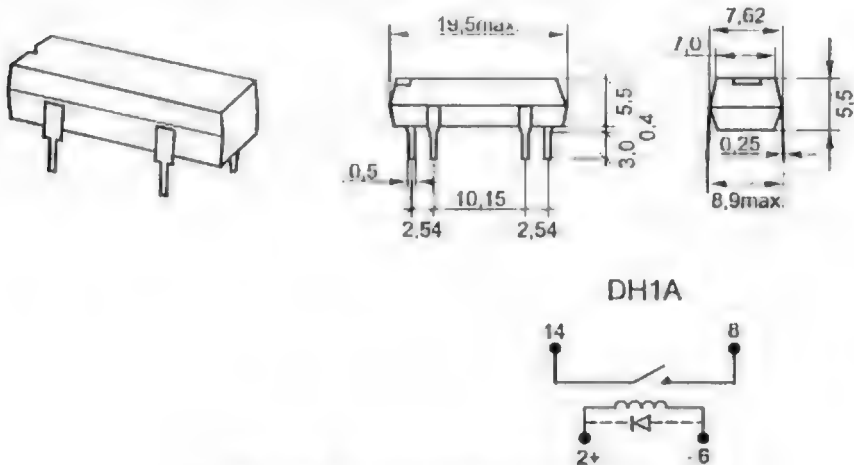

Рис. 7.8. Герконовые реле серии DH
1. Внутренняя схема включения (рис. 7.8) DH1A